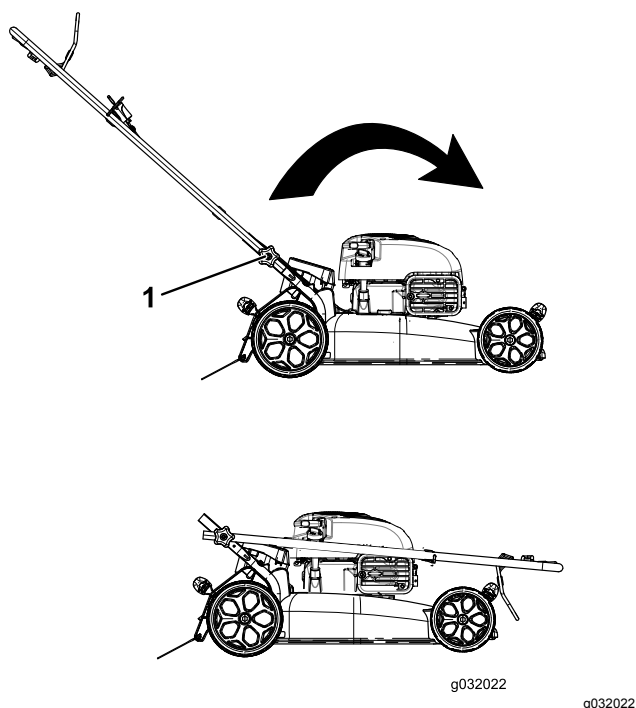

**Figura 17**
2. Allentate le manopole della stegola finché non riuscite a muovere liberamente la stegola stessa (Figura 17).
1. Manopola della stegola (2)
3. Piegate la stegola in avanti come mostrato nella Figura 17.